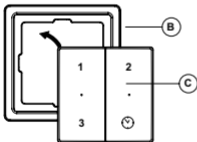

Fig 5.
2. Positionnez l'interrupteur sans fil C (fig. 5) de sorte qu'il s'encliquette dans le cadre B.